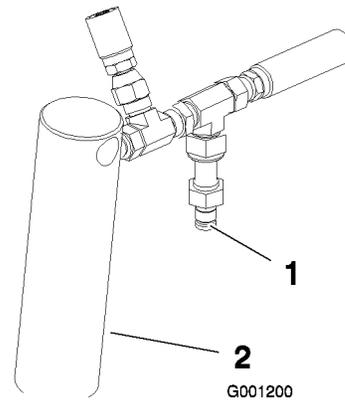

Figura 12
3. Inserite un indicatore della pressione nel foro diagnostico dietro il cilindro di sollevamento destro (Figura 12).